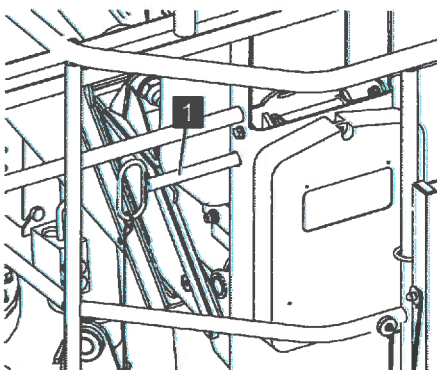

Abb. 76: Befestigungsbolzen einsetzen
10. Befestigungsbolzen (Abb. 76/1) einsetzen.